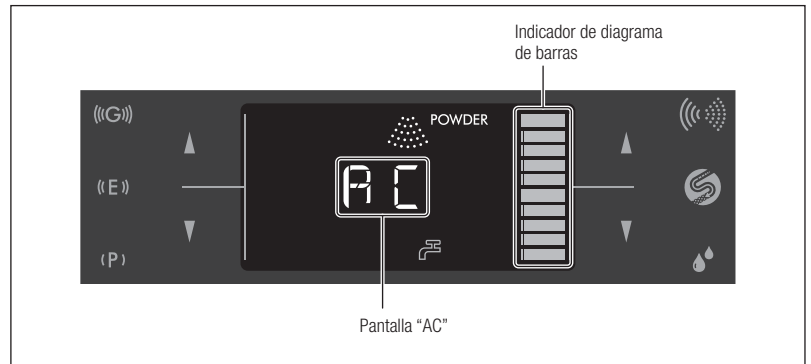

Fig. 37
- 6) La operación de autolimpieza tarda aproximadamente 45 segundos. Durante la autolimpieza aparece "AC" en el panel LCD, y el tiempo restante aproximado se muestra en el indicador del diagrama de barras (Fig. 37).